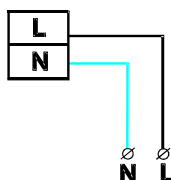

Рис.1.
- 3.3 Присоедините провода питания к 2-ум клеммам L и N (см. рис.1).